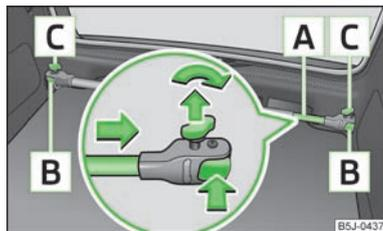

Fig. 51
- Allentare le viti di sicurezza **C** » fig. 51 ed estrarle leggermente, in questo modo i supporti **B** saranno sbloccati.